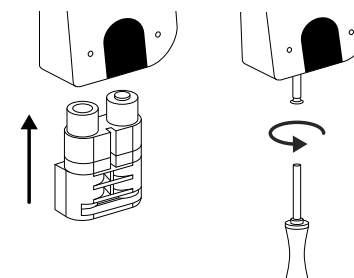

Fig. 5
⑤ Volte a colocar o compartimento da pilha na carcaça e aperte-o bem (Fig. 5).